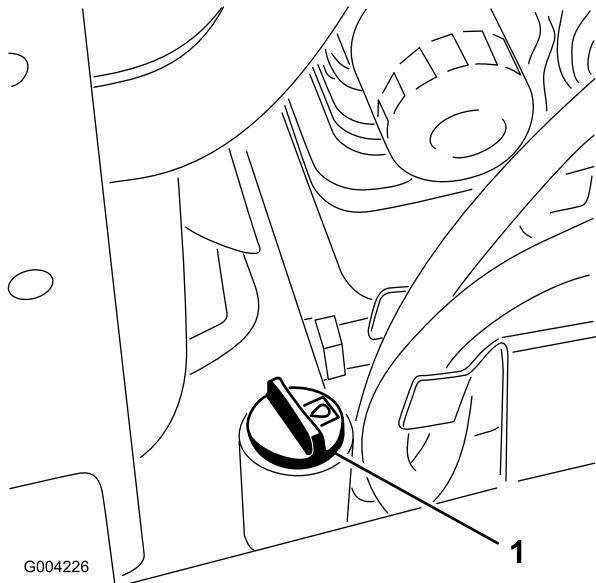

Figure 17
- Nettoyez la surface autour du goulot de remplissage du réservoir hydraulique (Figure 17).